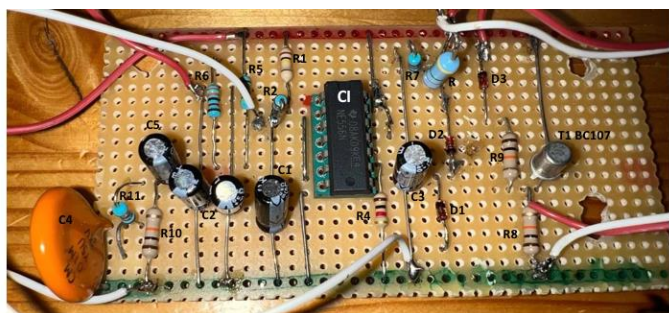

Figure 5 : Schéma de la face des composants et de la face métallique de la plaque à trous
- Souder les 14 pattes du circuit intégré à l'aide d'étain et du fer à souder sur la face métallique de la plaque. (Voir figure 5)
- Évider (c'est-à-dire gratter ou enlever) la partie métallique de la plaque entre chacune des 7 paires de pattes du circuit intégré afin qu'il n'y ait pas de liaison. (Voir figure 5)